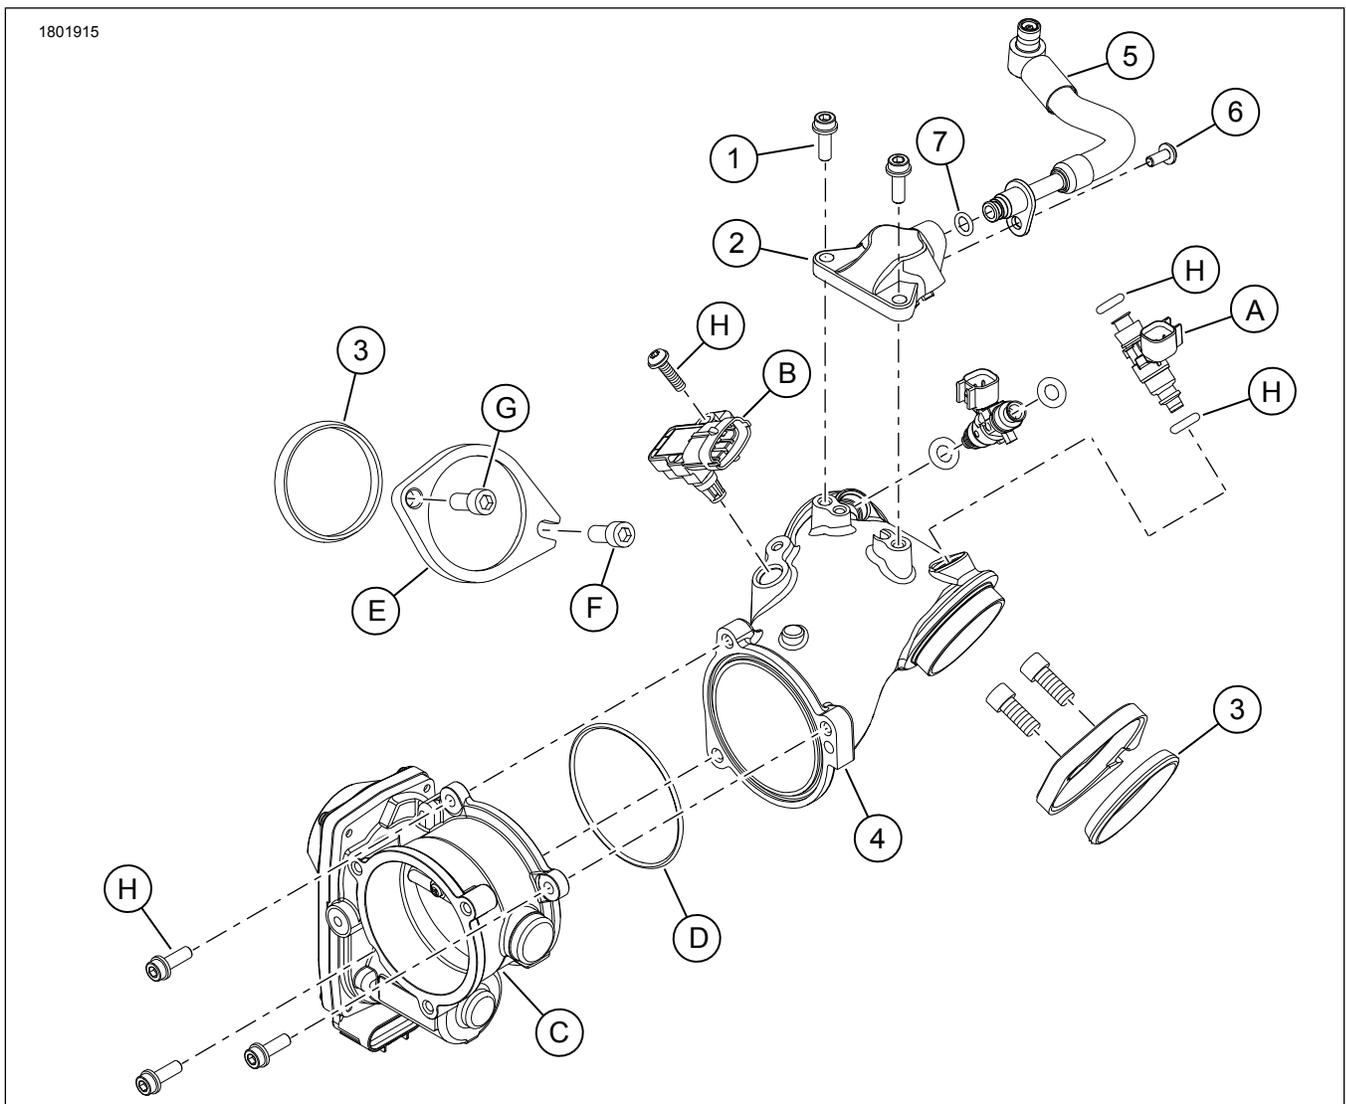

Figure 1. Contenu du kit : Collecteur d'admission à haut débit Screamin Eagle de 68 mm
1. Voir la Figure 1. Retirez le corps de papillon (C) Équipement d'origine (OE) et le joint (D). Jetez les articles. Consultez le manuel d'entretien.
3. Retirez les injecteurs de carburant (A) et le capteur T-MAP (B). Consultez le manuel d'entretien.
- a. Mettez-les de côté pour les transférer au **nouveau** collecteur d'admission (4).
1. Voir la Figure 1. Installez les injecteurs de carburant (A) sur le collecteur d'admission (4).
2. Installez le rail de carburant (2) sur les injecteurs de carburant (A).
3. Installez le capteur T-MAP (B) sur le collecteur d'admission (4).
- a. Appliquez de l'adhésif frein-filet au filetage de vis (H).